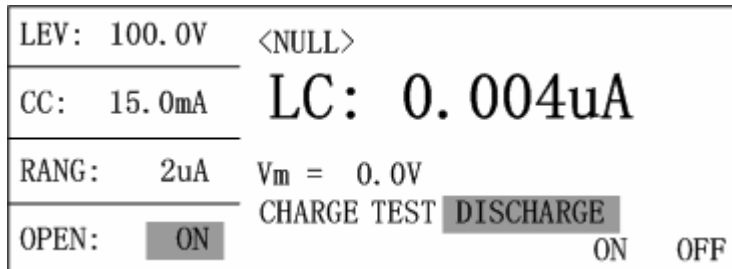

图 3-14 归零测试页面
在<MAIN INDEX>页面中, 用方向键将光标移动到“(4) NULL”处, 再按  软键则会进入<NULL>页面(如图 3-14 所示)。在处于本页面时, 按  键将启动归零测试。